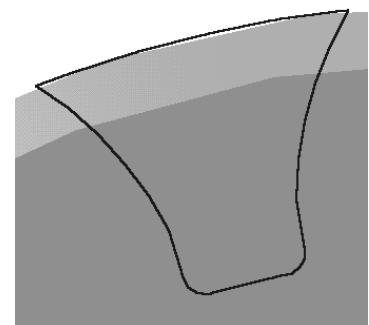

Рис.6
25. Вызовите команду **Скругление** и выполните сопряжение линий профиля ножки с окружностью впадин радиусом равным **0.2*m** (рис. 6).